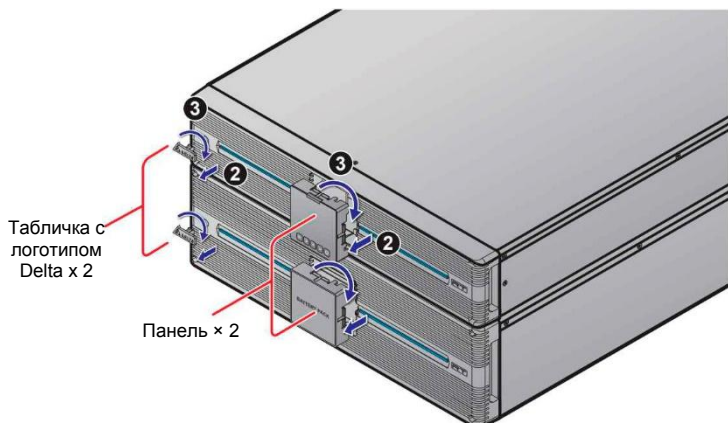

Рисунок 6-5. Поверните две панели и две таблички с логотипом Delta
- 2 Вытащите две панели и две таблички с логотипом Delta **2**, поверните их на 90° по часовой стрелке **3** и вставьте обратно (см. **рис.6-5**).